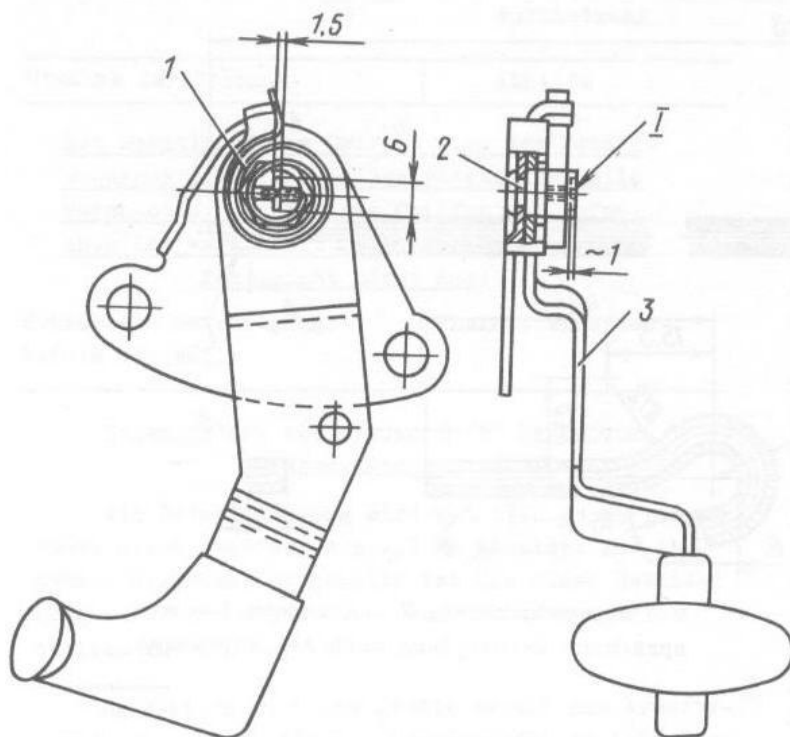

Bild 8-19. Griff an Betätigungsstange des Motorhaubenschlosses:
3. Griff 3 (Bild 8-19) von Resten der Feder 1 befreien. Läßt sich das innere Federende nicht aus Nut der Griffachse 2 herausnehmen, so die Nut vorsichtig ausweiten, ohne die Achse zu zerbrechen, dabei die beim Einbringen der Feder deformierten Stellen abscheren.